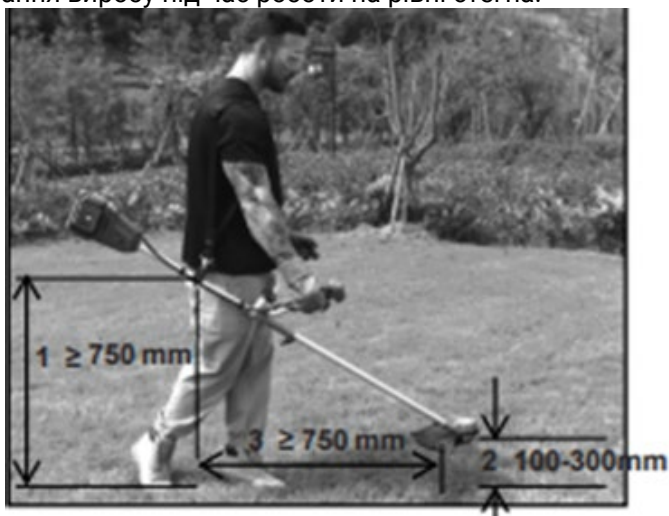

Рисунок 9. Типова схема пасового підвісу виробу.
5.1.2.5 Приєднання та регулювання наплічного пасового підвісу (рис. 9).